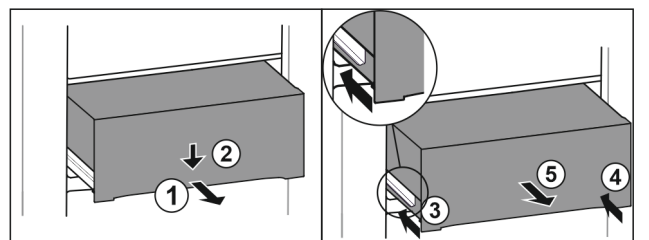

Fig. 100
- Schubfach halb herausziehen. Fig. 100 (1)
- Schubfach an der Vorderseite nach unten drücken. Fig. 100 (2)
- Linke Schiene etwa 2 cm einschieben. Fig. 100 (3)
- Rechte Schiene etwa 2 cm einschieben. Fig. 100 (4)
- Schubfach nach vorne entnehmen. Fig. 100 (5)